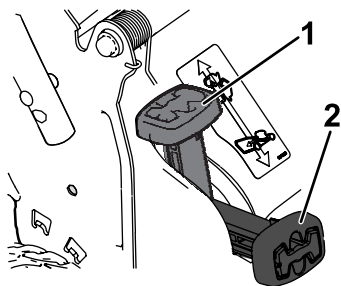

Figure 13
- **Pour ramasser les déchets d'herbe et de feuilles**, appuyez sur le bouton du levier de ramassage sur demande et déplacez le levier complètement en avant jusqu'à ce que le bouton ressorte (Figure 13).